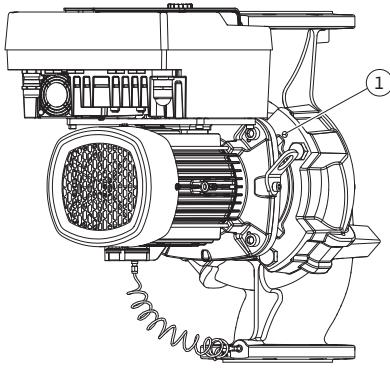

Fig. 10: Ievietojamā modula nospiešana, izmantojot vītnes urbumus
- Nospiediet ievietojamo moduli (skat. Fig. 4) no sūkņa korpusa. Atkarībā no sūkņa tipa (skat. Fig. I ... Fig. IV) ir pieejami divi dažādi pamati. Sūkņa tipam (Fig. III un Fig. IV) atskrūvējiet skrūves (29. poz.). Izmantojiet blakus esošos divus vītnes urbumus (Fig. 10, 1. poz.) un piemērotas skrūves, ko nodrošina pasūtītājs (piemēram, M10 x 25 mm). Sūkņa tipam (Fig. I un Fig. II) izmantojiet abus vītnu urbumus M10 (Fig. 104). Izmantojiet piemērotas skrūves, ko nodrošina pasūtītājs (piemēram, M10 x 20 mm). Nospiešanai varat izmantot arī šķēlumus (Fig. 104, 2. poz.).